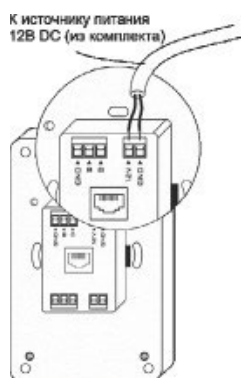
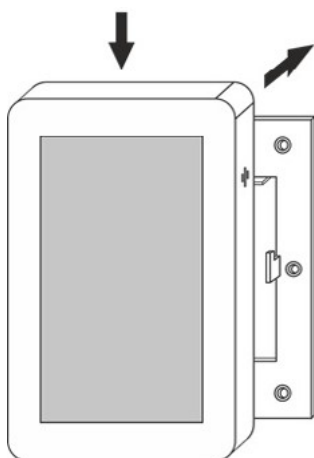

Рис.11
Рис.15
Подключить питание панели, соблюдая полярность +12В и GND от комплектного блока питания на соответствующие клеммы панели (см. рис. 11).
4. Подключить панель управления согласно выбранному типу подключения и схеме подключения (см. рис. 11 или рис. 12).
5. Установить панель на монтажную рамку согласно рисунку (см. рис. 15).
Подключить панель управления согласно выбранному типу и схемы подключения (см. рис.11 или рис.12). 5. Установить панель на монтажную рамку согласно рисунку (см. рис.15).
5. Подключить панель управления согласно выбранному типу и схемы подключения (см. рис.11 или рис.12).